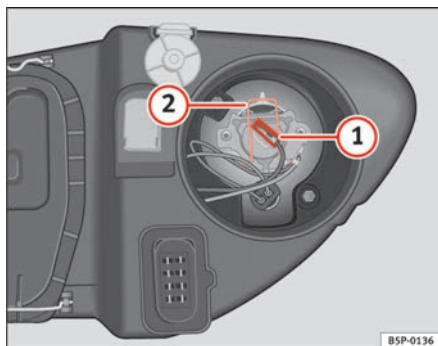

Abb. 167 Fernlicht
- Ziehen Sie den Stecker ⇒ Abb. 167 ① von der Lampe ab.
- Die Haltefeder ⇒ Abb. 167 ② durch Eindrücken und Rechtsdrehung abnehmen.